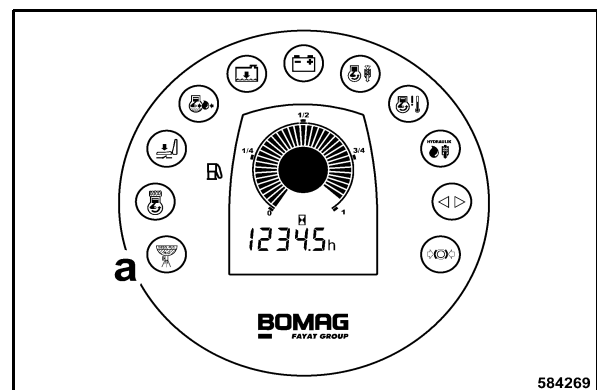

fig. 140
- Lorsque le témoin d'avertissement du séparateur d'eau (a) (fig. 140) sur le combiné clignote lors de la mise en marche du moteur ou du service, l'eau contenue dans le préfiltre à carburant est à purger.